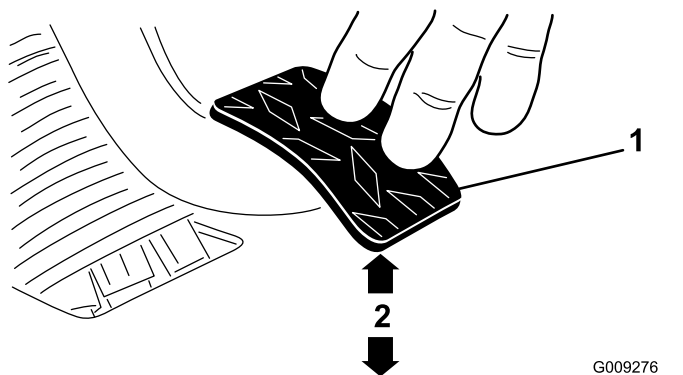

Figure 62
3. Ajustez les écrous de blocage ou la rotule jusqu'à ce que le bord arrière de la pédale d'embrayage soit de 9,2 à 9,8 cm (35/8 à 37/8 po) du haut du plancher quadrillé quand vous appliquez une force de 1,8 kg (4 lb) sur la pédale (Figure 62).